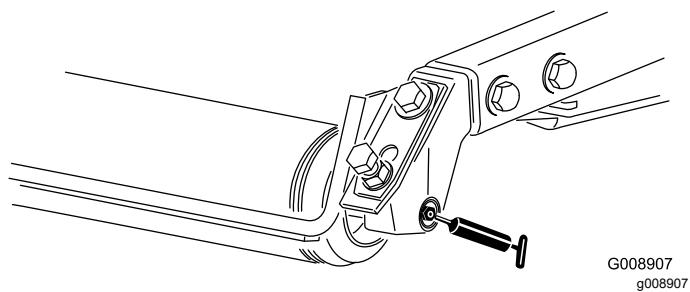

Рисунок 72
- Задние роликоподшипники (по 2 шт. на режущий блок) —Рисунок 72